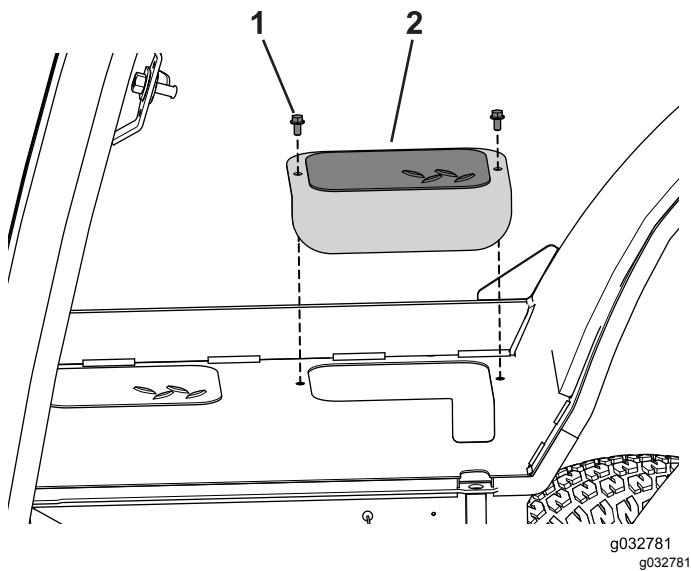

Bild 66
1. Entfernen Sie die zwei Schrauben, mit denen die Abdeckplatte an jeder Seite der Maschine befestigt ist, und legen Sie sie zur Seite (Bild 66).
7. Entfernen Sie die Hubstange und setzen die Abdeckplatte auf, die Sie vorher zur Seite gelegt haben (**Bild 66**).